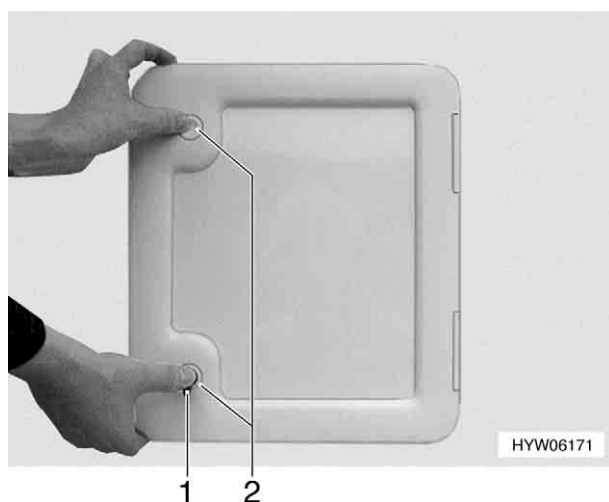

Fig. 110 Apertura dello sportello della cassetta Thetford
Lo sportello della cassetta Thetford (Fig. 110) si trova all'esterno del caravan:
- Aprire la serratura girevole (Fig. 110,1) con la chiave.
- Premere contemporaneamente entrambe le serrature a pressione (Fig. 110,2) e aprire lo sportello della cassetta Thetford.